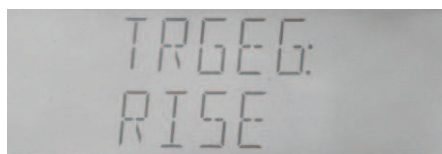

Figura 4-35 Flanco de disparo
- a) En la pantalla de configuración del sistema, seleccione "TRIGGER" mediante **【 ▲ 】** o **【 ▼ 】**, como se muestra en la figura 4-35.